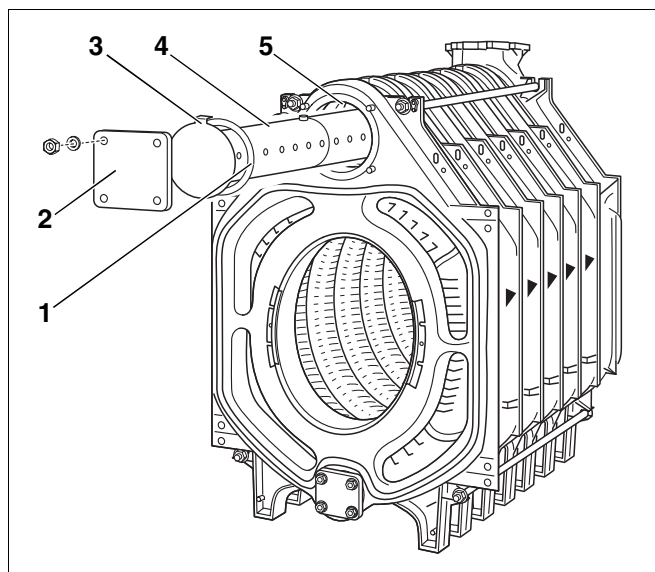

Fig. 24 Montarea țevii de alimentare
Țeava de alimentare (fig. 24, **poz. 4**) este alcătuită, la cazanele cu 10–12 elemente, din 2 părți.
- Se montează garnitura de etanșare pe țeava de alimentare (fig. 24, **poz. 1**).
- Se acoperă cu flanșa oarbă (fig. 24, **poz. 2**).
- Se va avea în vedere ca, cama (fig. 24, **poz. 3**) de pe capacul din capătul țevii de alimentare să intre în decuparea din alezajul superior (fig. 24, **poz. 5**).